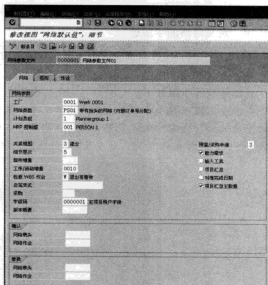

图 9-38 “修改视图网络默认值: 细节”编辑界面
STEP 2 本例中选择“网络参数文件 01”选项，双击后弹出“修改视图‘网络默认值’：细节”编辑界面，如图 9-38 所示。可以看到细节分为 3 个页面，其中在“网络”页中，可以编辑修改“网络参数”，例如“工厂”、“网络类型”等信息；在“图形”页中，可以编辑网络的图形概要，包括子网络层次界面颜色、文档背景颜色、重大事件标注颜色等信息；在“作业”页中，可以编辑作业参数、服务控制码、网络层物料组、网络层采购组等信息。